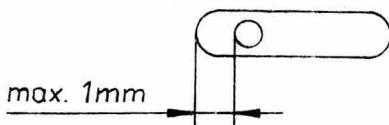

Ilustracion 5
3.1.3. La contratuerca de canto al ajustar la varilla roscada del marcos del ejes de aguja debe ser suave. A travez de los giros del tornillo roscado, debe ajustarse la maquina de manera, que la aguja para una puntada, quede en al medio del hueco de puntada. (ver ilustracion 5 y Panel 1 Nr. 3)